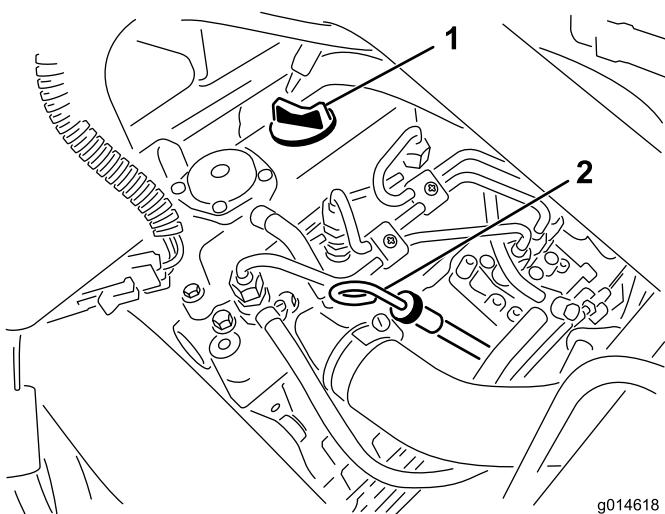

図 25
2. ディップスティックを抜き、ウェスで一度きれいに拭く(図 25)。ディップスティックを、首の根元までもう一度しっかりと差し込む。首から引き抜いて油量を点検する。油量が足りなければ、バルブカバーについている補給口のキャップを取り、ディップスティックの FULLマークまで ゆっくりと 補給する。補給するときは、ディップスティックで確認しながら少量ずつ入れてください。入れすぎないこと。